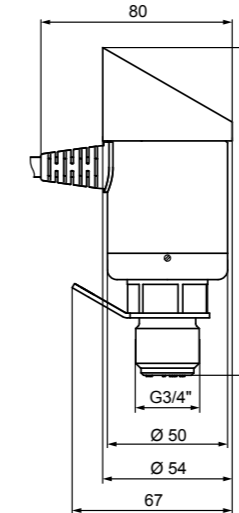

Рисунок 1 – Габаритные размеры
1. Подготовить место установки в резервуар согласно установочным и габаритным размерам прибора (см. рисунок 1).